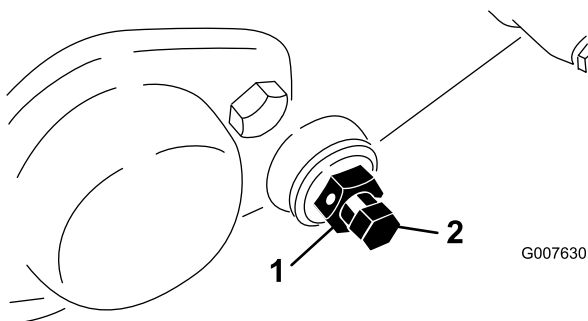

Figura 49
3. Allentare, da ciascun lato della macchina, il controdado che fissa il bullone della barra di appoggio (Figura 49).
due rondelle in acciaio stampato presenti su ciascun lato della barra di appoggio (Figura 49).